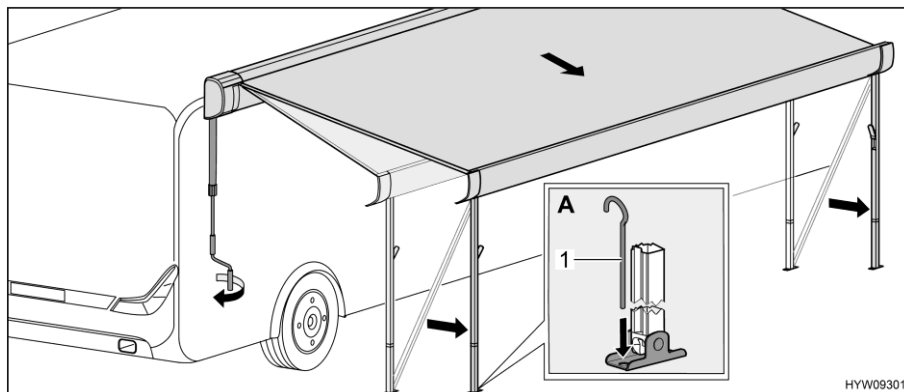

Fig. 16 Placer le store extérieur en position finale
- Fixer les pieds d'appui dans le sol avec des piquets (Fig. 16,1) (Fig. 16,A).